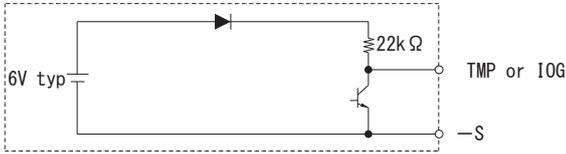

図 3.1 TMP、IOG 内部回路構成
- 電源の過熱を検知すると、TMP が H → L になります。TMP 回路の構成・仕様は、図 3.1・表 3.1 のようになります。
- IOG を使用することによって、インバータの動作状態をモニタできます。以下の①②③のように、インバータ動作の異常を検出すると、IOG は 1 秒以内に L → H となります。
- IOG 回路の構成・仕様は、図 3.1・表 3.1 のようになります。
- ①インバータ動作が停止した場合。
- ②出力電圧が定格の 60% 以下に低下した場合。
- ③出力電力を急激に定格電力の 10% 以下に低下させた場合。